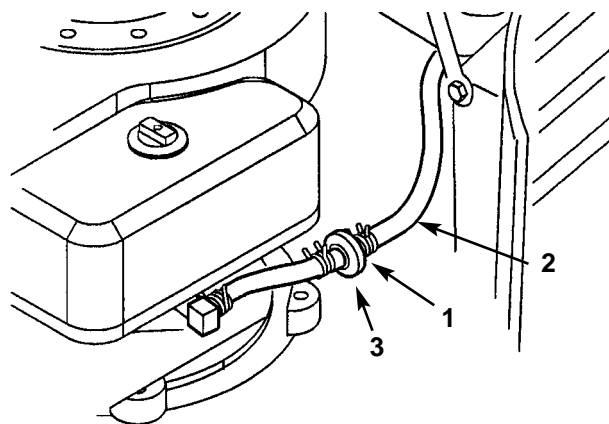

Fig. 24
3. Stringete insieme le estremità della fascetta per tubi e fatela scorrere verso l'alto sul tubo di alimentazione verso il serbatoio carburante (Fig. 24).
4. Togliete con uno strappo il tubo di alimentazione dal filtro (Fig. 24) e lasciate che la benzina scoli in una tanica o una bacinella di raccolta.
Il momento migliore per sostituire il filtro (Fig. 24) è quando il serbatoio carburante è vuoto. Non montate mai un filtro sporco se è stato tolto dal tubo di alimentazione.
3. Stringete insieme le estremità delle fascette per tubi e fatela scorrere lontano dal filtro (Fig. 24).